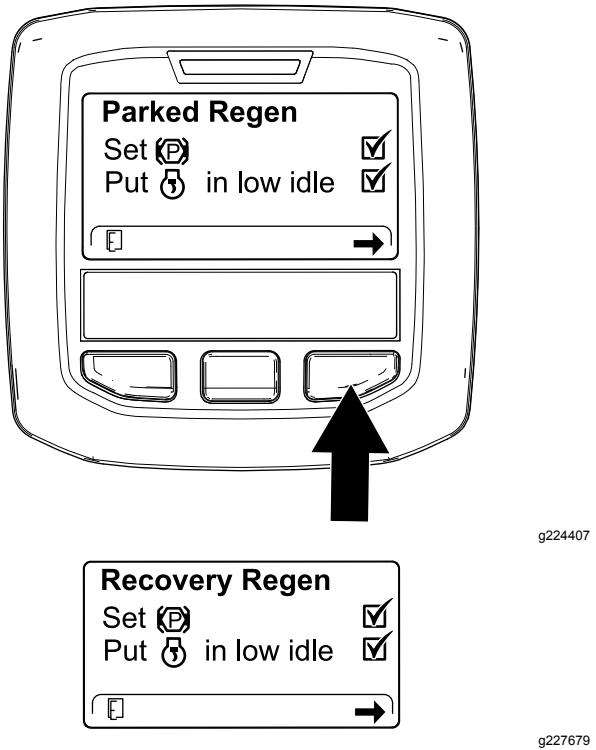

Figure 61
3. Sur l'écran de la liste de contrôle du FAP, confirmez que le frein de stationnement est serré et que le moteur tourne au ralenti (Figure 61).